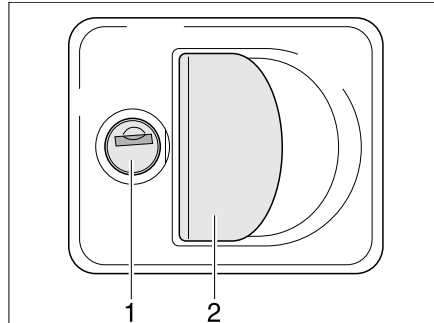

Bild 30 Klappenschloss mit Griffschale
- Schlüssel in Schließzylinder (Bild 30,1) stecken und eine viertel Umdrehung drehen. Das Klappenschloss ist entriegelt.
- Am Schlossgriff (Bild 30,2) ziehen. Die Außenklappe ist geöffnet.